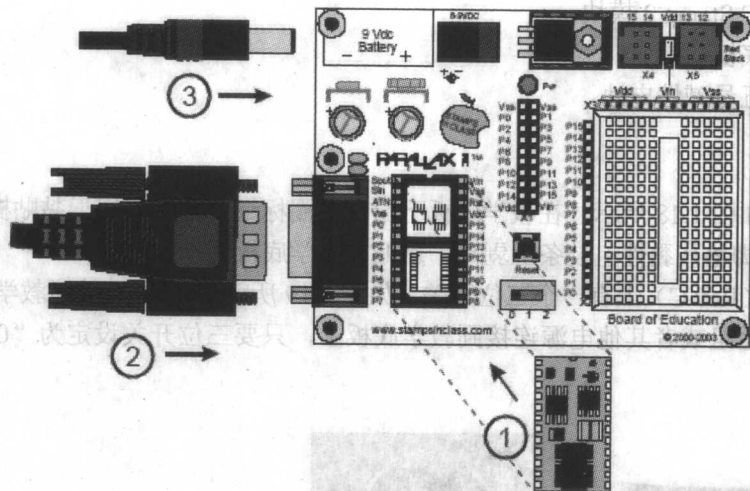
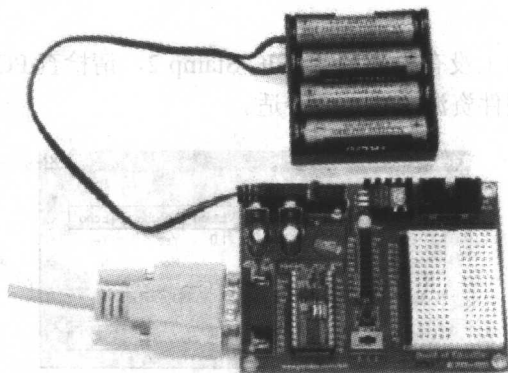

图 1.21 将教学板、BASIC Stamp 模块、串口、电源按照示意图的顺序连接元件
图 1.22 连接好的 BASIC Stamp 模块和教学底板
● 如果 BASIC Stamp 模块还没有插入教学底板中，按照图 1.21 步骤①所示插入教学板上的插座。
● 按照图 1.21 中步骤②所示，将串口电缆插入教学底板。
● 按照图 1.21 中步骤③所示，将电池盒插头插入 6~9V 直流电源插座。连接好的 BASIC Stamp 模块和教学底板如图 1.22 所示。